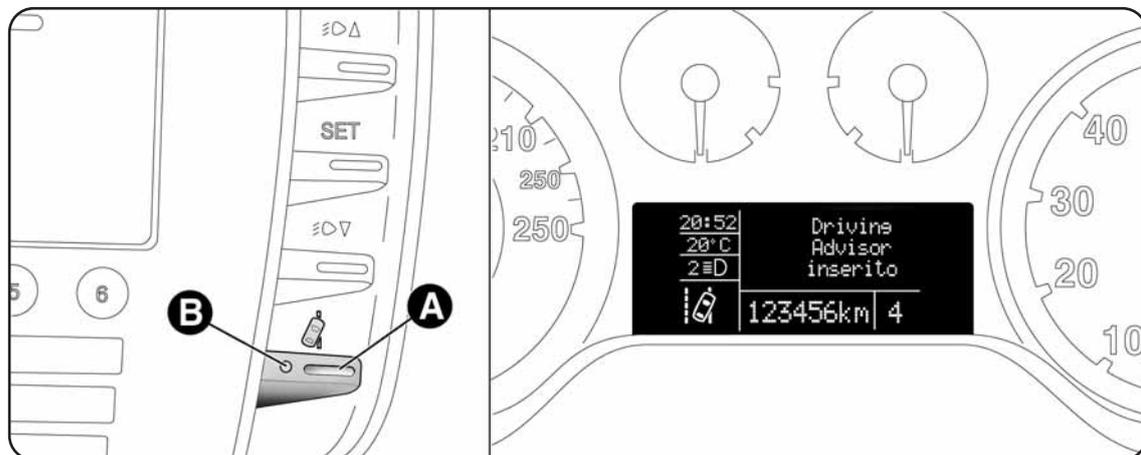
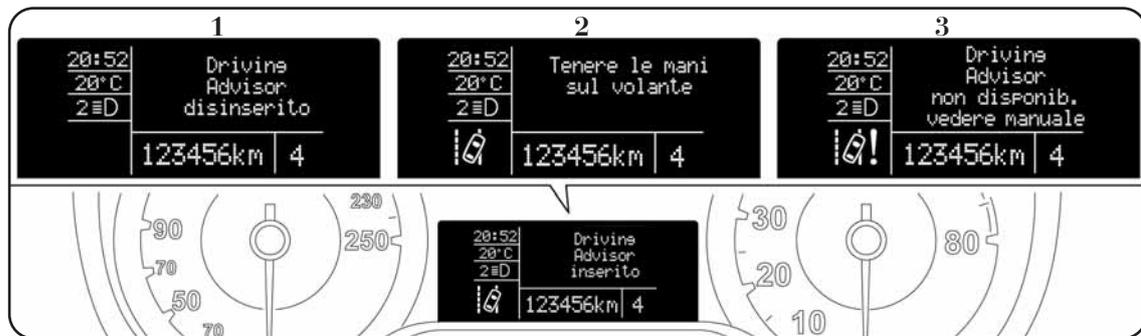

fig. 68
fig. 69
Il sistema all'avvio della vettura non è inserito. Il sistema viene inserito solo a seguito della pressione del pulsante A-fig. 68 ubicato su plancia. La conferma dell'avvenuto inserimento è comunicata dall'accensione del led ubicato sul pulsante e da un messaggio dedicato sul display del quadro strumenti. Una volta inserito, il sistema avvia il riconoscimento delle condizioni operative di funzionamento, condizione segnalata al guidatore con il lampeggio del LED ubicato su tasto e dal lampeggio dell'icona  su quadro di color ambra sul display del quadro strumenti. Quando il sistema riconosce le condizioni operative, diventa attivo. Ne consegue: lo spegnimento dell'icona  sul display del quadro strumenti e l'accensione fissa del led ubicato sul pulsante.
Il sistema può essere spento a seguito della pressione del pulsante A-fig. 68 ubicato su plancia. La conferma dell'avvenuta spegnimento del sistema è comunicata dallo spegnimento del led sul pulsante e dal messaggio 1-fig. 69 sul display del quadro strumenti.
Il sistema si può spegnere in modo automatico (quindi per utilizzarlo sarà necessario attivarlo nuovamente). Lo spegnimento automatico viene segnalato al conducente con tre avvisi acustici consecutivi e dal messaggio 1-fig. 69 sul display del quadro strumenti a seguito delle seguenti condizioni:
- il conducente non mantiene le mani sul volante (sul quadro strumenti appare la segnalazione 2-fig. 69 ed una segnalazione acustica fino a che il conducente non ripone le mani sul volante oppure, considerata la condizione di pericolo, il sistema si spegne in automatico);
AVVERTENZA Il sistema non sarà attivabile qualora il conducente abbia precedentemente attivato la modalità di guida sportiva. L'indisponibilità del sistema verrà segnalata al conducente con tre avvisi acustici consecutivi e dal messaggio 1-fig. 69 sul display.
In caso di mal funzionamento, il sistema segnala al conducente l'anomalia con il messaggio 3-fig. 69 sul display del quadro strumenti e con una segnalazione acustica.
| Stato del led sul pulsante | Messaggio sul display (fig. 68 e 69) | Stato dell'icona su display | Segnalazione acustica | Significato |